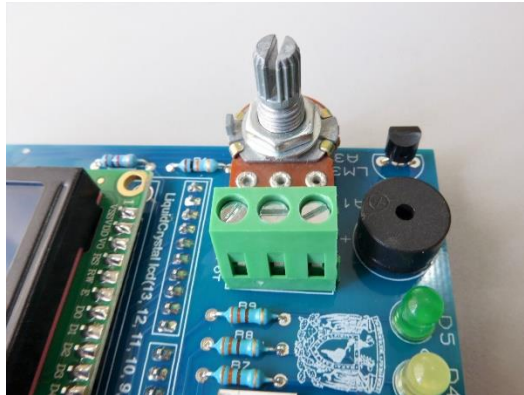

Figura 4. El potenciómetro conectado a la terminal con tornillos POT.
En el bloque de terminales con tornillo etiquetado POT (ver la Figura 4) se puede atornillar un potenciómetro y realizar alguna práctica utilizando el valor de voltaje que entrega al pin analógico A0. Por ejemplo, se puede utilizar para controlar la velocidad de un motor de corriente directa (CD), o la intensidad de un led.